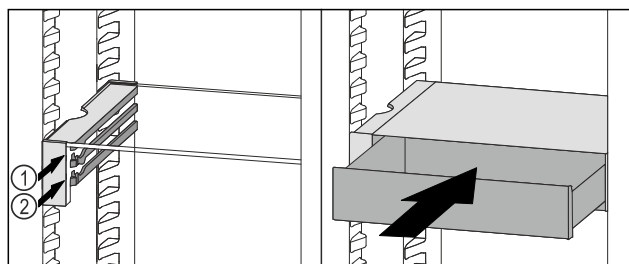

Fig. 38
- Встановити висувний ящик VarioSafe за стопорами на потрібне ребро Fig. 38 (1) або Fig. 38 (2).